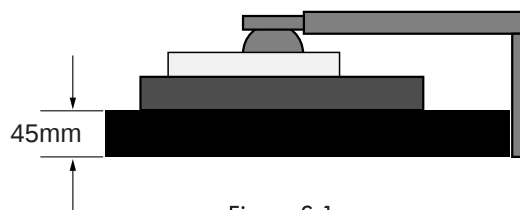

Figura S.1
3. Sistemare il monitor con la faccia rivolta verso il basso su una superficie non abrasiva. (Sistemare lo schermo su una piattaforma di 45 mm in modo che il supporto risulti parallelo alla superficie.) (Figura S.1).